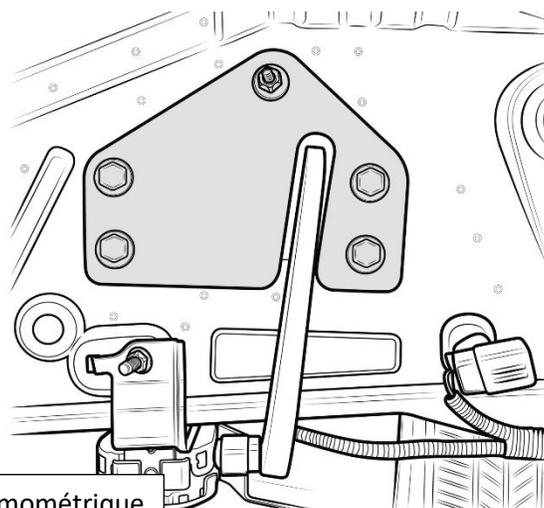

Fig. 11-1
(a) À l'aide des (10) boulons de 14 mm retirés du support de la poutre de pare-chocs à l'étape 7, poser les plaques de fermeture gauche et droite. (Fig. 11-1)